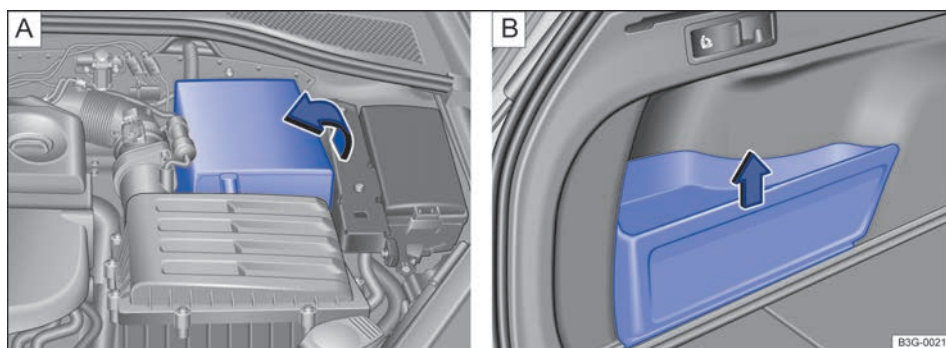

Fig. 265 **A** En el vano motor: levantar la cubierta guardapolvo de la batería. **B** En el maletero: desmontar la cubierta de la batería.
Para *abrir* la cubierta, levántela en el sentido de la flecha → fig. 265 **A**.
Para *cerrar* la cubierta, bájela en el sentido contrario al de la flecha → fig. 265 **A**.
- La batería se encuentra en el maletero detrás de una cubierta → fig. 265 **B**.
- Para *desmontar* la cubierta, extráigala hacia arriba, en el sentido de la flecha → fig. 265 **B**.
- Para *montar* la cubierta, colóquela en la posición original en el sentido contrario al de la flecha → fig. 265 **B**.